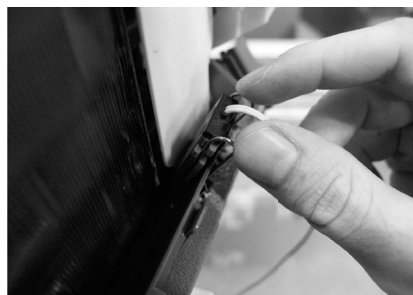

Fig. 8
13. Gire los ganchos del panel en el sensor de agua para que den hacia el frente de la unidad interior del mini-split y hacia el borde del frente del depósito de drenaje (fig 8). Empuje los ganchos hacia el depósito de drenaje de plástico y empuje el sensor de agua hasta que se avance más, o cerca al fondo del depósito de drenaje (fig 9).